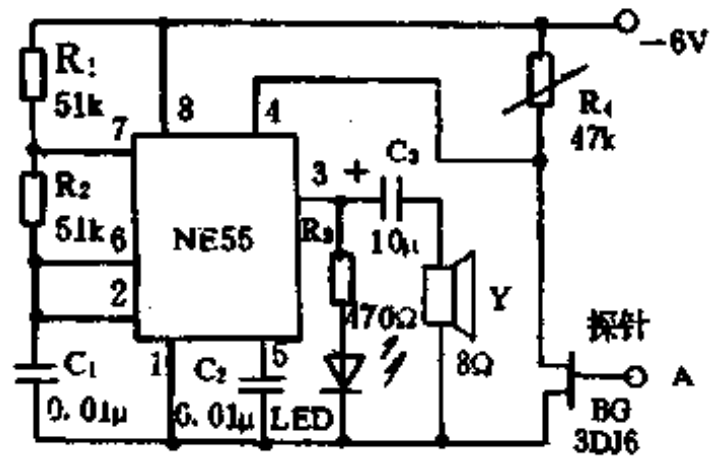

图 1-118
电路如图 1-118 所示。当探针 A 无感应信号输入时,场效应管 BG 漏、源极之间电阻较小,时基 NE555 的复位端④脚处于低电位,由 R1、R2、C1、NE555 组成的音频振荡器不起振,Y 无声,由于 NE555 的③脚输出为低电平,LED 截止不发光。当探针 A 有感应信号输入时,BG 漏、源极之间电阻增大,使 NE555 的④脚变为高电位,音频振荡器开始振荡,从 Y 发出声音,同时 LED 发光。使用时,将需要检测的断芯线一端接在 220V 市电火线上,然后用检测器的探针靠近被测线移动,当出现无声无光处,便是断芯的位置。调整 R1,使 BG 漏、源极在无感应信号时电压为 0.7V 即可。